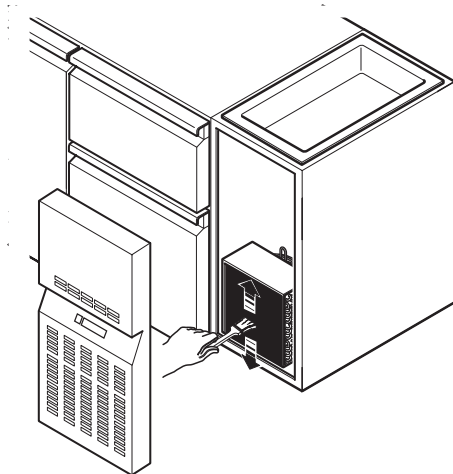

Abb.14
• **Regelmäßige Reinigung des Kondensators (Abb.14)**